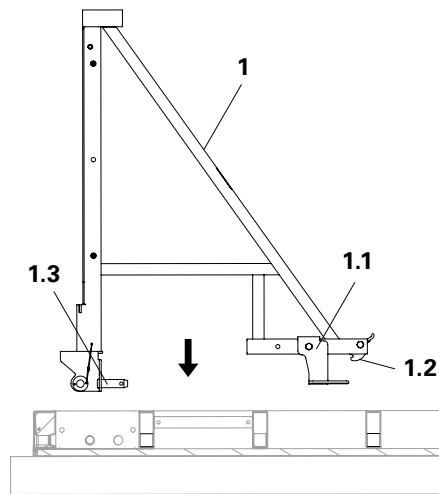

Fig. A3.01
1. Placer l'élément sur des madriers, la peau coffrante étant orientée vers le bas. (Fig. A3.01)
2. Positionner la console MXK (1). (Fig. A3.01)